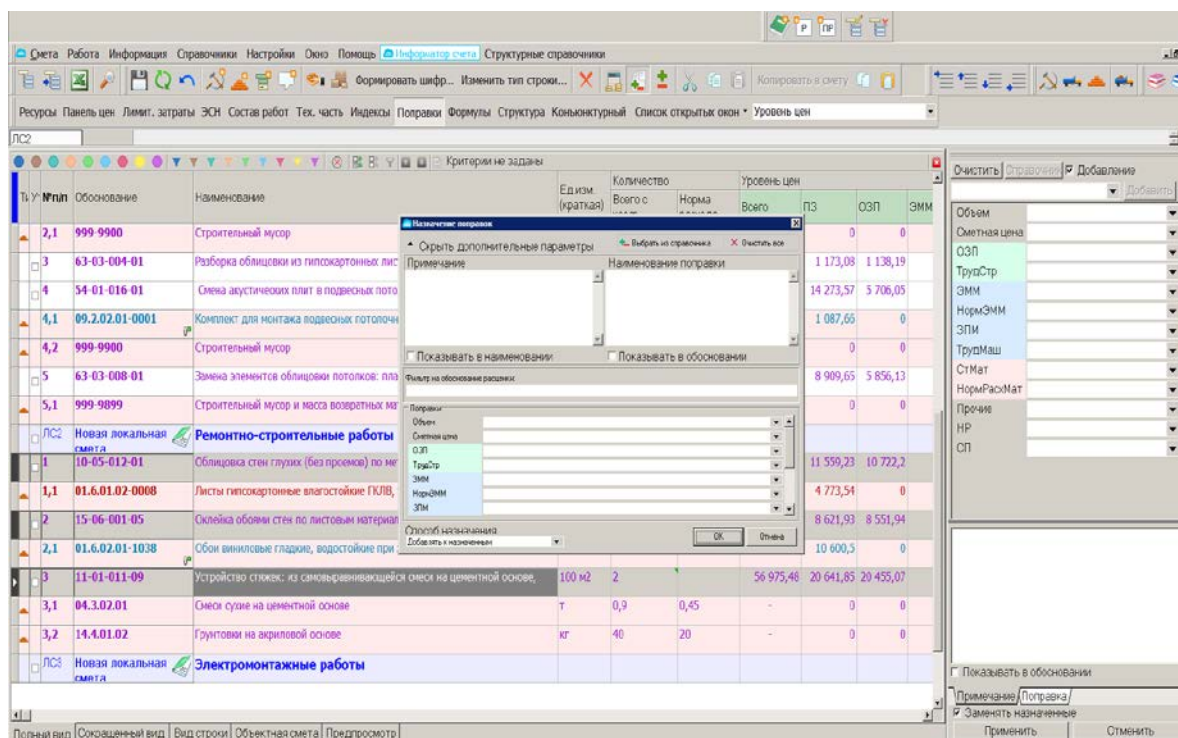

Рис. 14. Назначение поправки на группу норм
- выделить в таблице поправку и нажать «Выбрать» (рис. 14).